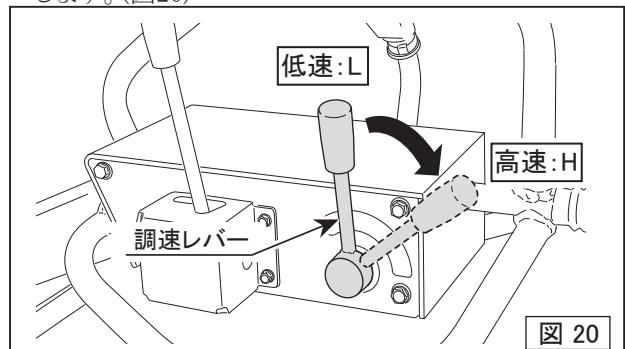

図 20
1. 走行作業時は、調速レバーを「高速:H(運転)」に動かします。(図20)